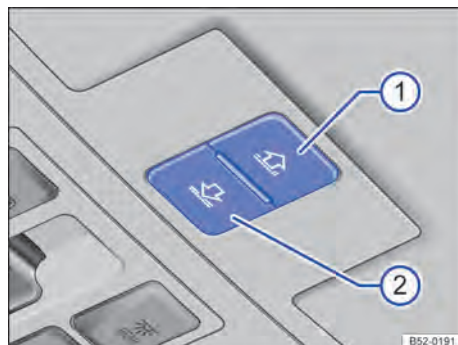

Fig. 119 No revestimento do teto: botões de comando da cortina de proteção solar.
Os botões → Fig. 119 ① e ② são de 2 níveis. No 1º nível, a cortina de proteção solar pode ser totalmente ou parcialmente aberta ou fechada.